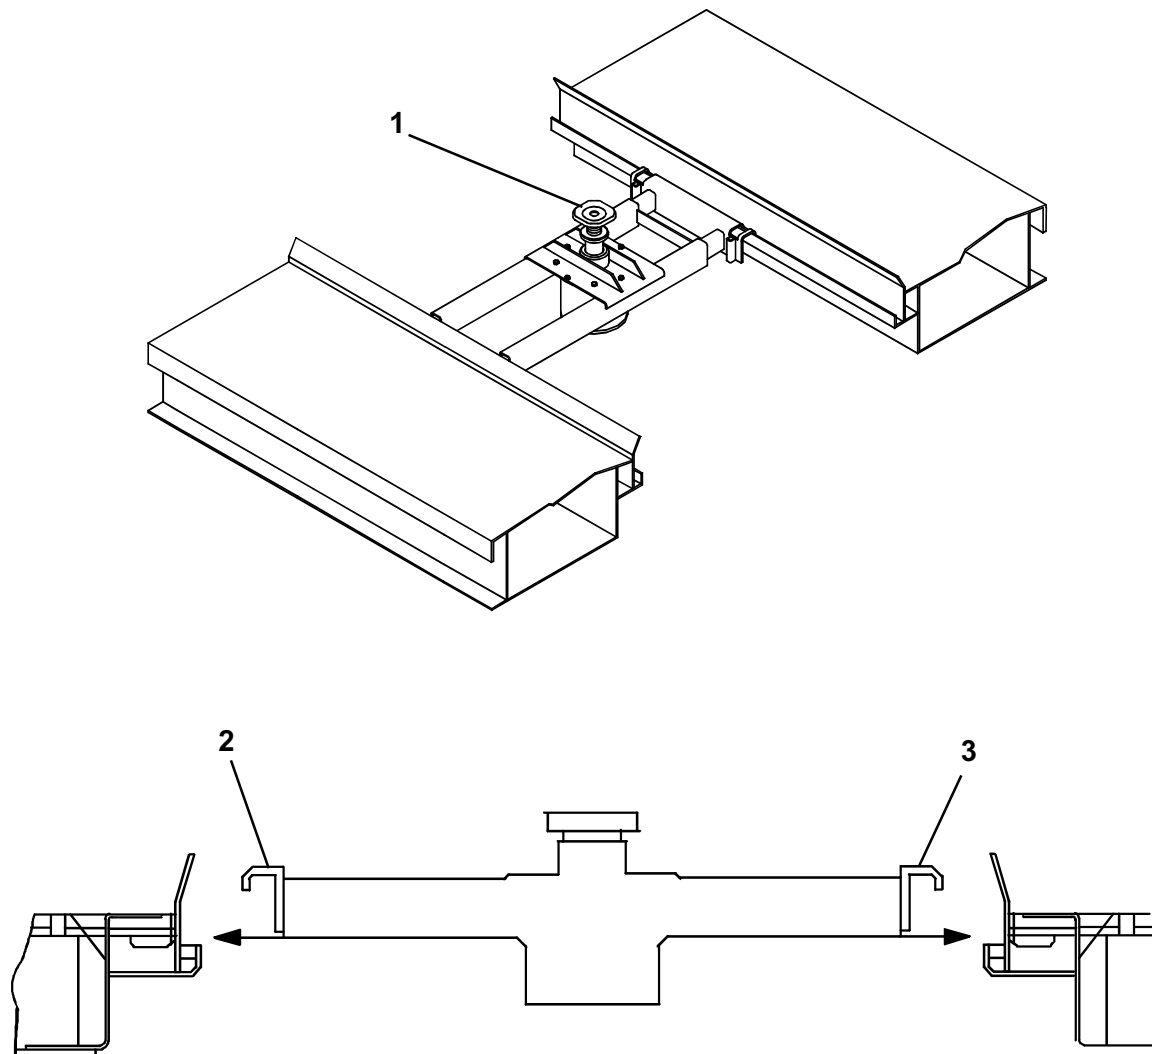

Fig. 3
- spostarla all' interno del ponte (**Fig. 3**);
- posizionare gli sfilii **2** e **3** (**Fig. 3**) della traversa ;
- move the wheel free jack into the lift (**Fig. 3**);
- position the wheel free jack support plates **2** and **3** (**Fig. 3**);
- Den Heber auf die Hebebühneninnenseite verschieben (**Abb. 3**).
- Die Auszieher **2** und **3** (**Abb. 3**) des Hebers positionieren .
- la déplacer à l'intérieur du pont (**Fig. 3**);
- positionner les rallonges **2** et **3** (**Fig. 3**) de la traverse;
- introducirlo en la parte interna del puente (**Fig.3**);
- posicionar las extensiones **2** y **3** (**Fig.3**) del travesaño;